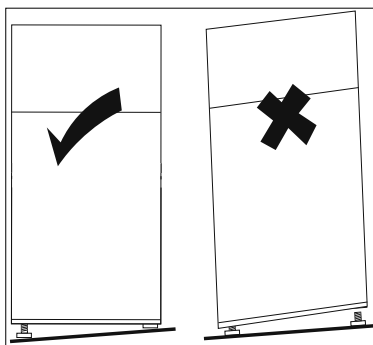

Abb. 16
- ▶ Das Gerät waagrecht ausrichten, Unebenheiten des Bodens durch entsprechendes Einschrauben der Schraubfüße (5) ausgleichen (siehe **Abb. 16**). Drehen Sie im Uhrzeigersinn, um die Füße herauszudrehen, gegen den Uhrzeigersinn, um sie hineinzudrehen.